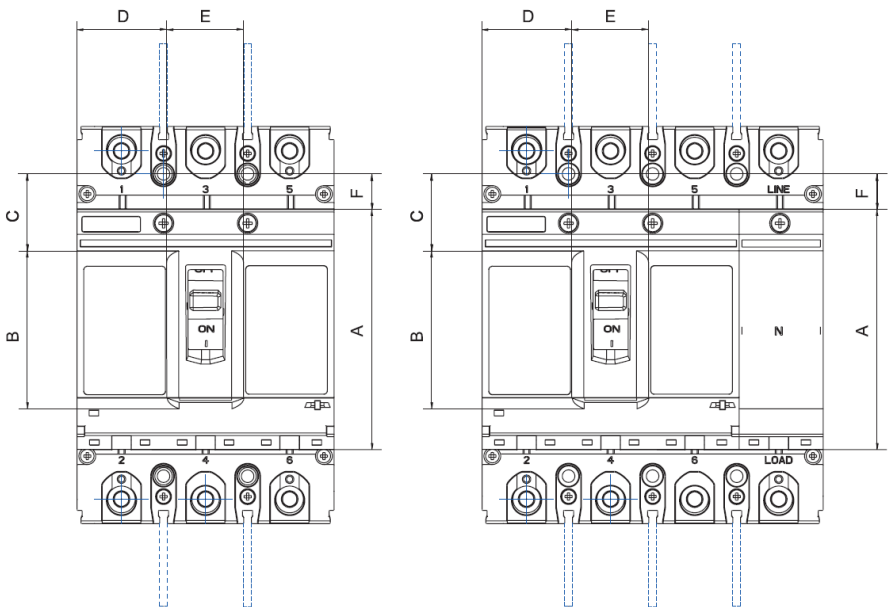

Figura 3 Dimensiones de los orificios del mango y del panel
9.2 Dimensiones de los orificios del mango y del panel del producto (Tabla 32 y Figura 3)